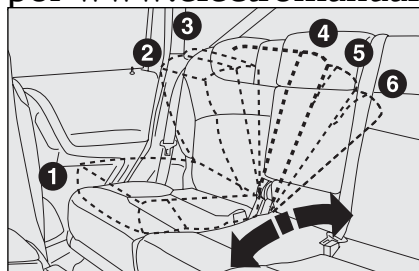

fig. 16
- ☐ ponga el asiento trasero deslizante completamente hacia atrás y con el respaldo regulado en la 4ª posición, como se ilustra en la **fig. 16**.
- ☐ ponga el asiento trasero completamente hacia atrás y con el respaldo regulado en la 4ª posición, como se ilustra en la **fig. 16**;